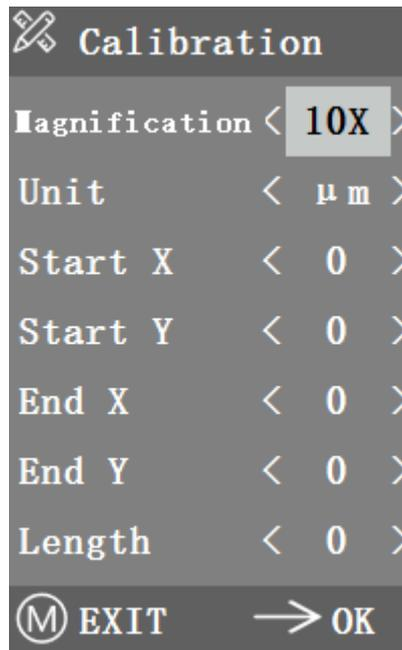

Abbildung 12-7
2. Wählen Sie das Kalibriermenü aus (Abbildung 12-7).